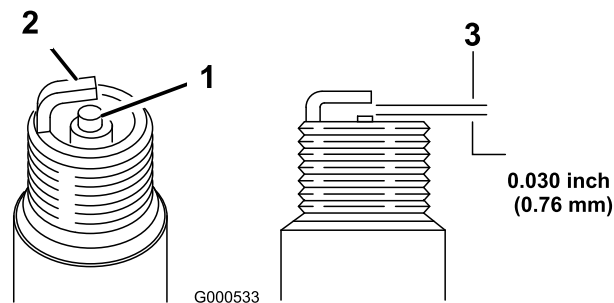

Рисунок 29
5. Установите в свече зазор, равный 0,76 мм (0,030 дюйма) (Рисунок 29).